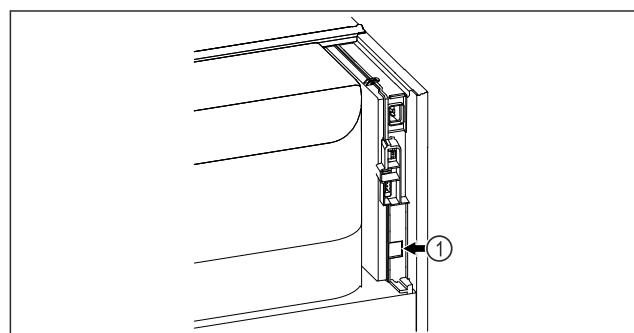

Fig. 90
- SmartModule Fig. 90 (1) установлен.